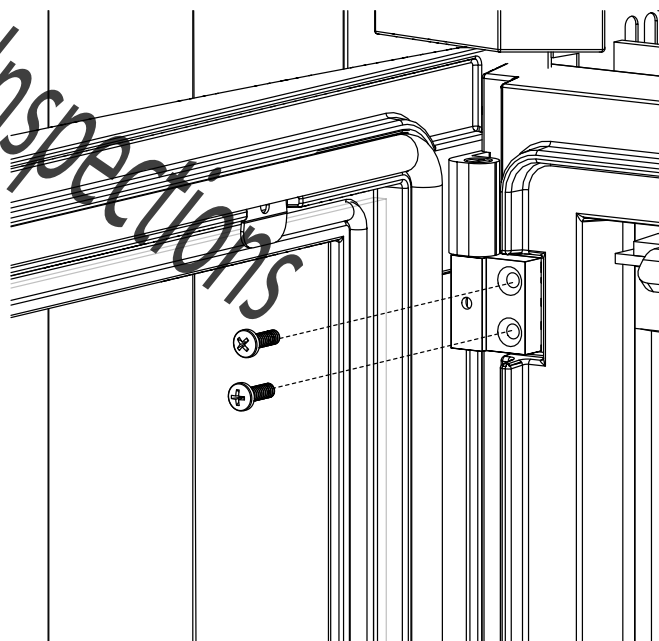

FIG. 1
Pour enlever la porte, enlever les 2 vis dans le sommet et le gond inférieur (FIG 1).
- C. Pour réinstaller le support de poignée, prenez le bloc de loquet et le support de poignée, alignez les trous de vis supérieur et inférieur sur la porte (FIG 1).
- D. Serrez légèrement la vis supérieure, puis installez les deux goupilles (FIG 1).